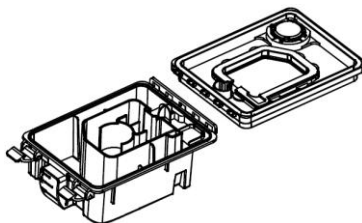

Fig. 5-5
(2) Het reinigen van het waterreservoir: Was de twee delen van het waterreservoir, zoals in Fig. 5-5. U kunt ze ook reinigen met een schuursponsje (dip de schuurspons in schoonmaak detergent indien nodig), spoel grondig en wrijf vervolgens droog met een zachte doek.